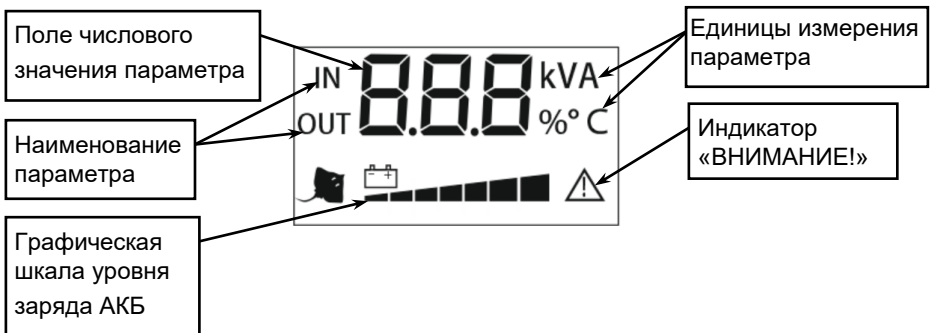

Рисунок 3 — Описание ЖК-дисплея
**На ЖК-дисплее** последовательно отображаются основные параметры: номинальная мощность, модель и версия программного обеспечения, уровень входного и выходного напряжений, наличие/отсутствие заряженной АКБ, уровень заряда АКБ в виде графической шкалы, температура внутри корпуса изделия, мощность нагрузки на выходе в VA, уровень нагрузки на выходе в процентах от номинальной изделия (см. рисунок 3 и приложение 4)).